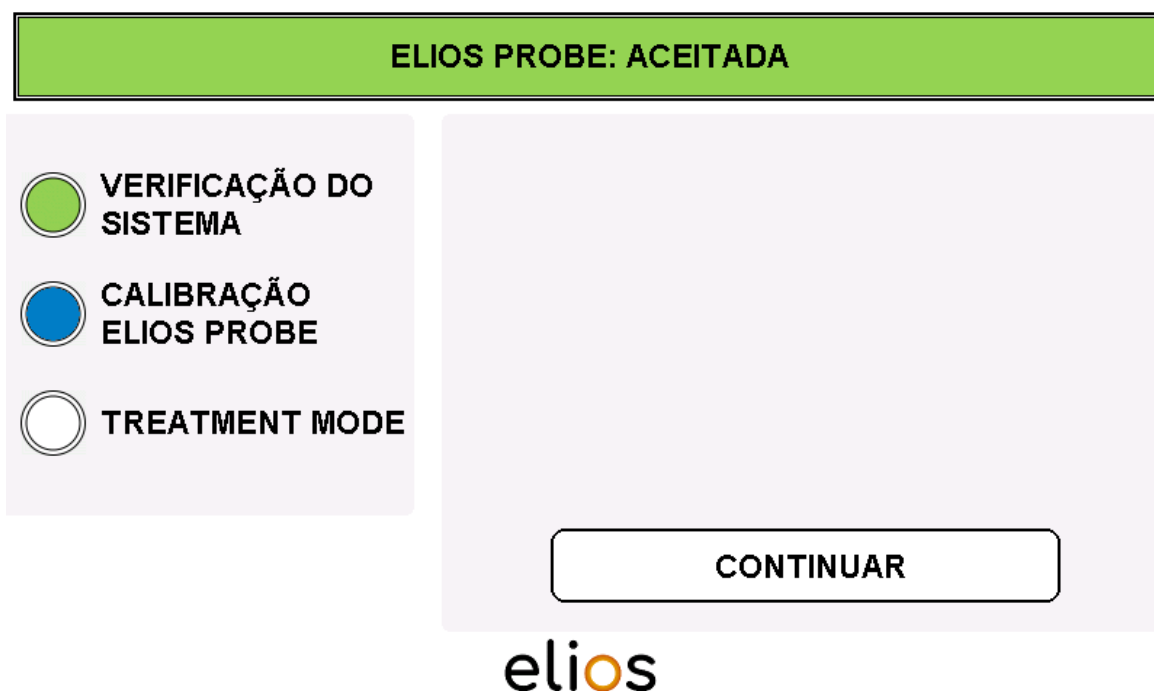

Fig. 4-7: Reconhecimento da fibra – SONDA ELIOS: ACEITE
- Se for ligada uma fibra nova à consola laser ELIOS, é apresentada a notificação "**SONDA ELIOS: ACEITE**". O item de menu seguinte está então disponível premindo "**CONTINUAR**" (Fig. 4-7).